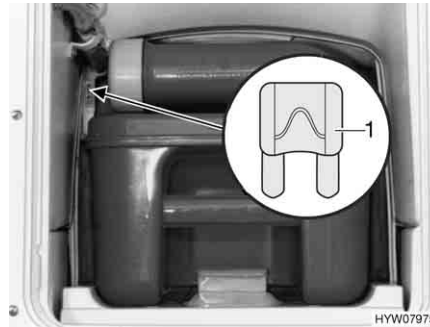

Fig. 174 Fusibile della toilette Thetford
- Sostituire il fusibile (Fig. 174,1).